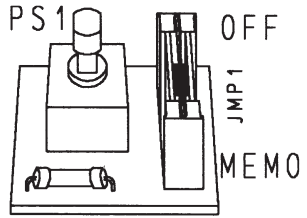

Fig. 12
- 1- spostare il ponticello JMP1 in posizione "MEMO" (Fig. 12).
- 1- move jumper JMP1 to "MEMO" (Fig. 12).
- 1- déplacer le cavalier JMP1 pour le mettre sur la position "MEMO" (Fig. 12).
- 1- Bringen Sie die Brücke JMP1 in Stellung „MEMO“ (Abb. 12).
- 1 - poner el puente JMP1 en posición "MEMO" (Fig. 12)
2. posicionar em OFF todos os 12 dipswitch da central (tendo o cuidado de anotar como estavam posicionados para, no fim, voltar a colocá-los na mesma posição, Fig. 12/EC).